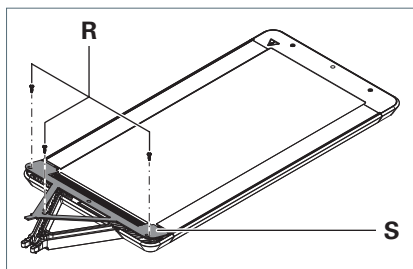

Fig. 5: Testa dell'apparecchio - Rimuovere la copertura
1. Svitare le viti **R** dalla copertura **S**, vedere Fig. 5.